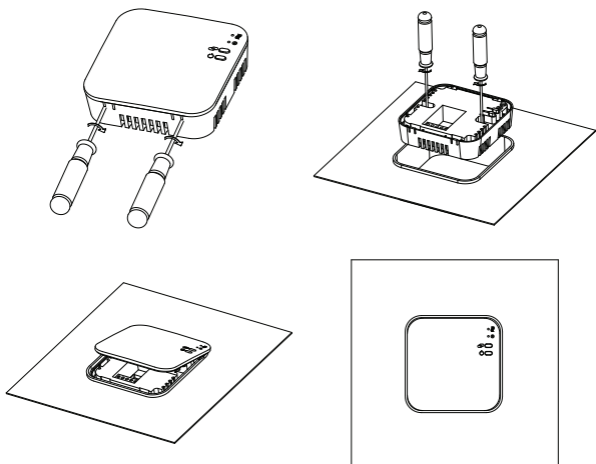

Рис. 7 Установка приемника терморегуляторов ZOTA ZT-20W Wi-Fi на стену
2. Установите приемник на стену, закрепив его с помощью прилагаемых винтов (см. **Рис. 7**);